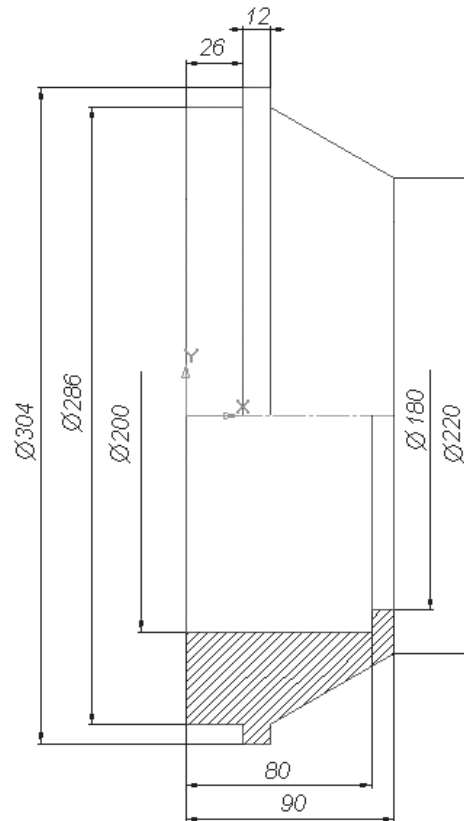

Рис. 13.1. Ступица
- 1-2 – отложите вертикально вверх (см. чертеж детали на рис. 13.1);